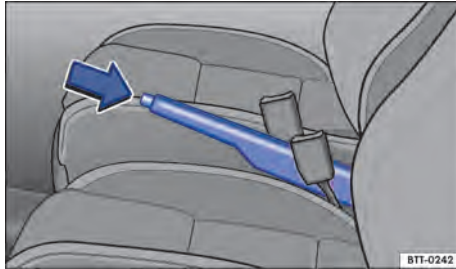

Fig. 106 Entre os bancos dianteiros: alavanca do freio de estacionamento.
- Puxar a alavanca do freio de estacionamento para cima com o botão bloqueador pressionado → Fig. 106 (seta).
- Puxar a alavanca do freio de estacionamento um pouco para cima e pressionar o botão bloqueador → Fig. 106 (seta).